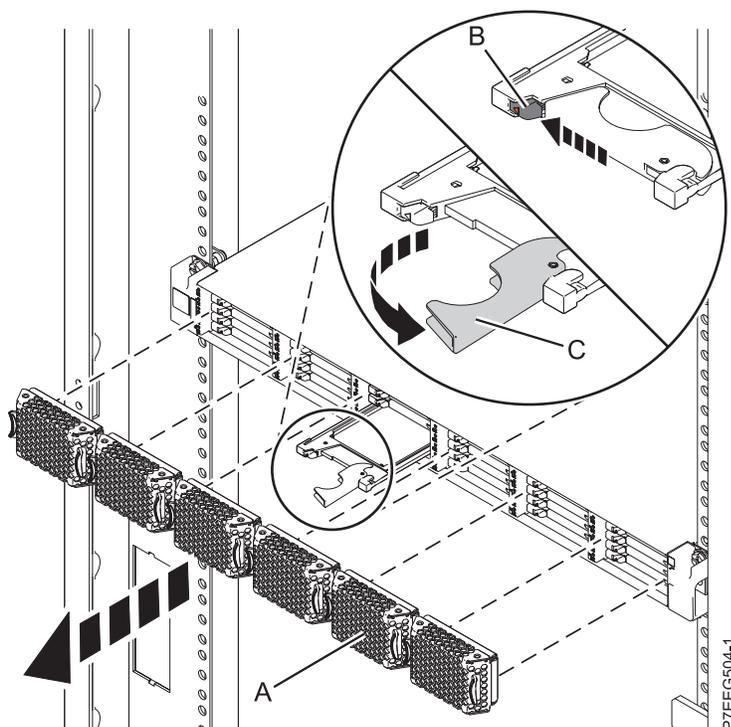

Figure 23. Retrait de l'unité SSD d'une armoire de stockage PCIe ED/R1
1. Retirez le panneau (A) qui couvre l'emplacement contenant l'unité SSD.
2. Poussez doucement le taquet de déverrouillage (B) pour déverrouiller la poignée de l'unité. Voir figure 23.
4. Lorsque le voyant d'identification de l'unité SSD clignote, saisissez la poignée (C) et tirez partiellement l'unité hors de l'emplacement.